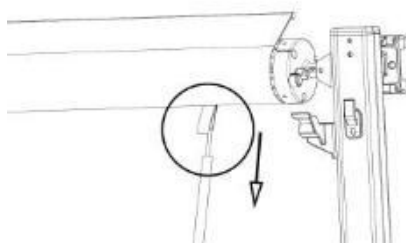

Figure D3
3. Coloque la pared de tracción sobre la correa de tracción del rodillo y tire del toldo hacia afuera. (Figura D3)